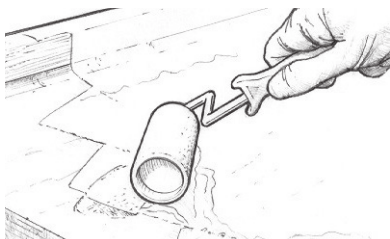

Figure 21 Mouillez les surfaces poreuse avant d'appliquer le composant de profilage.
2. Mouillez les surfaces poreuses avec l'époxyde non-épaissit (Figure 21).